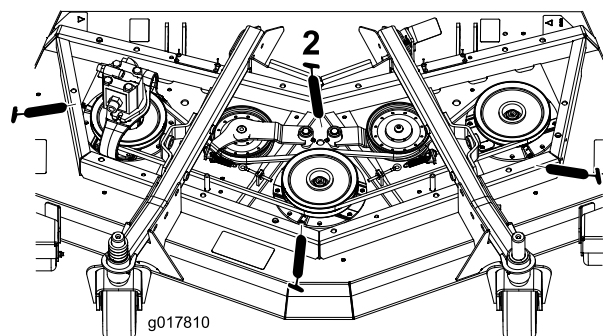

Figura 41
- Cojinetes del eje (3) (situados debajo de la polea) (Figura 41).
- Casquillos del pivote del brazo tensor (2) (Figura 41)